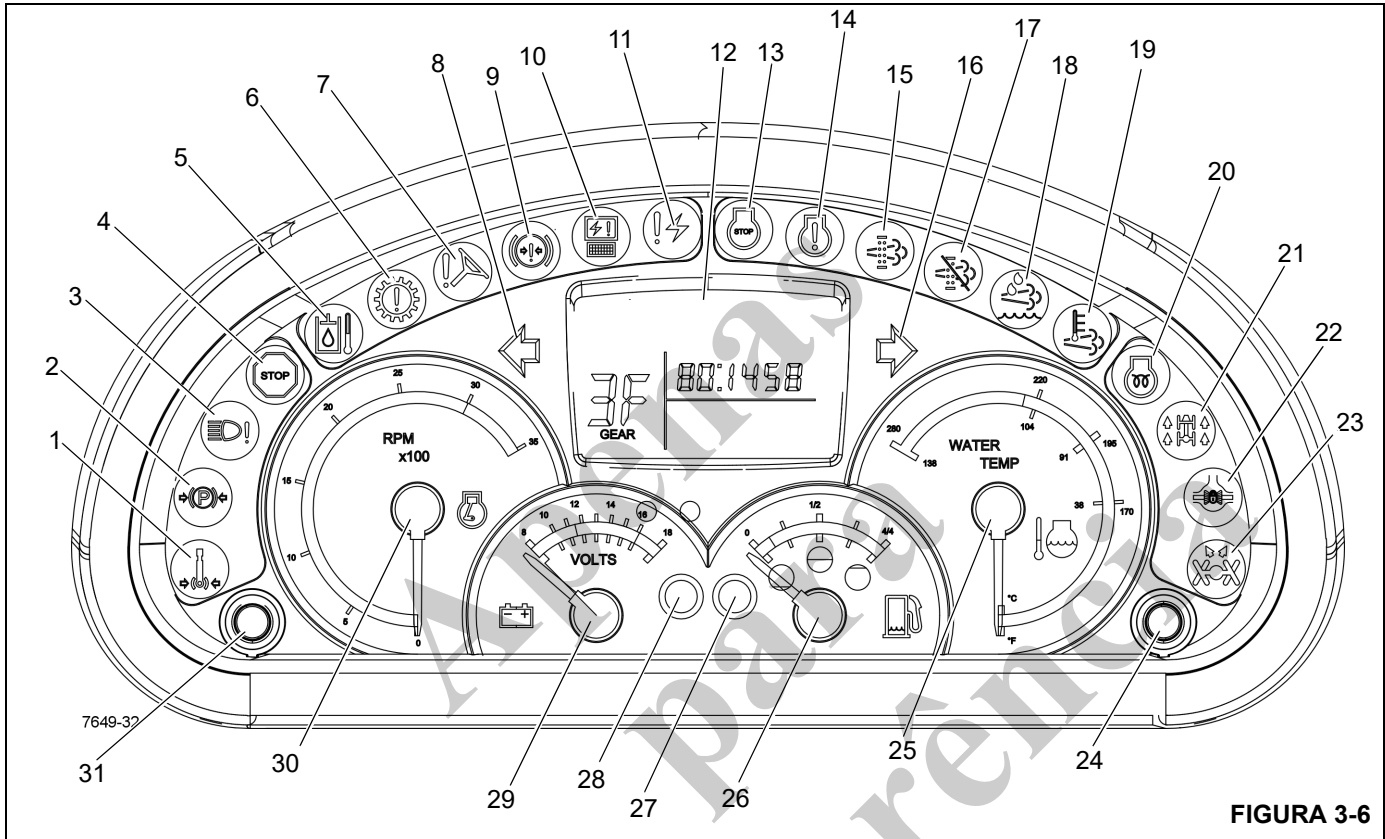

FIGURA 3-6
Números dos itens da Figura 3-6
O indicador do freio de giro acionado (1) (Figura 3-6) localiza-se no mostrador de indicadores da coluna de direção. Ele acende em vermelho quando o freio de giro do motor de giro da plataforma rotativa estiver acionado impedindo a rotação da superestrutura do guindaste.
O indicador do freio de estacionamento acionado (2) (Figura 3-6) localiza-se no mostrador de indicadores da coluna de direção. Ele acende em cor vermelha quando o freio de estacionamento for acionado.
O indicador de defeito nos faróis (3) (Figura 3-6) localiza-se no mostrador de indicadores da coluna de direção. Ele acende em âmbar quando os faróis dianteiros do guindaste estiverem defeituosos.
O indicador de parada de emergência (4) (Figura 3-6) localiza-se no mostrador de indicadores da coluna de direção. Ele acende em vermelho quando a chave de parada de emergência for pressionada (consulte *Chave de parada de emergência*, página 3-17) e uma campainha de aviso é acionada.
O indicador de temperatura do óleo hidráulico alta (5) (Figura 3-6) localiza-se no mostrador de indicadores da coluna de direção. Ele acende em vermelho quando a temperatura do óleo hidráulico ultrapassar 200°F (93°C); uma campainha de atenção também é acionada. Quando este indicador acender, apoie a carga o mais rápido possível, desligue o motor e tente identificar a causa da alta temperatura do óleo hidráulico.
O indicador de atenção da transmissão (6) (Figura 3-6) localiza-se no mostrador de indicadores da coluna de direção. Ele acende em vermelho quando a temperatura do óleo da transmissão estiver alta. Uma campainha de atenção também soará.
O indicador de baixa pressão da direção (7) (Figura 3-6) localiza-se no mostrador de indicadores da coluna de direção. Ele se ilumina com a cor vermelha quando a pressão hidráulica está baixa. Uma campainha de atenção também soará.
O indicador da sinaleira direcional esquerda (8) (Figura 3-6) localiza-se no mostrador de indicadores da coluna de direção. É uma luz em forma de seta verde que pisca quando a alavanca da sinaleira direcional é empurrada para baixo ou a chave das luzes de PERIGO é posicionado em ON.
O indicador de pressão do freio de serviço baixa (9) (Figura 3-6) localiza-se no mostrador de indicadores da coluna de direção. Ele acende em vermelho quando a pressão na válvula de carga do acumulador duplo cai abaixo dos requisitos normais de operação. Uma campainha de atenção também soará.
O indicador do módulo eletrônico (10) (Figura 3-6) localiza-se no mostrador de indicadores da coluna de direção. Se qualquer dos módulos eletrônicos estiver off-line e sem comunicação com o sistema, o indicador acende em vermelho.
O indicador de diagnóstico do sistema eletrônico (11) (Figura 3-6) localiza-se no mostrador de indicadores da coluna de direção. O indicador é uma luz vermelha usada para detecção e resolução de problemas no sistema CANBUS.
O mostrador de LCD (12) (Figura 3-6) localiza-se no mostrador de indicadores da coluna de direção. O mostrador indica a marcha em uso, códigos de falha e a versão do software principal.
O indicador de parada do motor (13) (Figura 3-6) localiza-se no mostrador de indicadores da coluna de direção. Ele acende em vermelho quando um sinal é enviado do ECM do motor. Além disso, uma campainha de atenção também soará.
O indicador de atenção do motor (14) (Figura 3-6) localiza-se no mostrador de indicadores da coluna de direção. Ele acende em âmbar quando um sinal é enviado do ECM do motor.
O indicador do DPF (Filtro de particulado do motor) (15) (Figura 3-6) localiza-se no mostrador de indicadores da coluna de direção. Este indicador acende em âmbar quando o filtro de particulado do motor encher de fuligem e necessitar de limpeza.
O indicador da sinaleira direcional direita (16) (Figura 3-6) localiza-se no mostrador de indicadores da coluna de direção. É uma luz verde em forma de seta que pisca quando a alavanca da sinaleira direcional é empurrada para baixo ou a chave da luz de perigo é ligada.
O indicador de inibição da regeneração (17) (Figura 3-6) localiza-se no mostrador de indicadores da coluna de direção. Quando a chave de regeneração (9) (Figura 3-4) estiver na posição de inibição da regeneração, o indicador âmbar acende e a regeneração ativa e manual é impedida.
O indicador do DEF (Fluido do escape de diesel) (18) (Figura 3-6) localiza-se no mostrador de indicadores da coluna de direção. O indicador possui quatro estágios diferentes que serão acionados pelo sensor do nível de fluido no tanque do DEF:
O indicador de HEST (Temperatura do sistema de escape alta) (19) (Figura 3-6) localiza-se no mostrador de indicadores da coluna de direção.